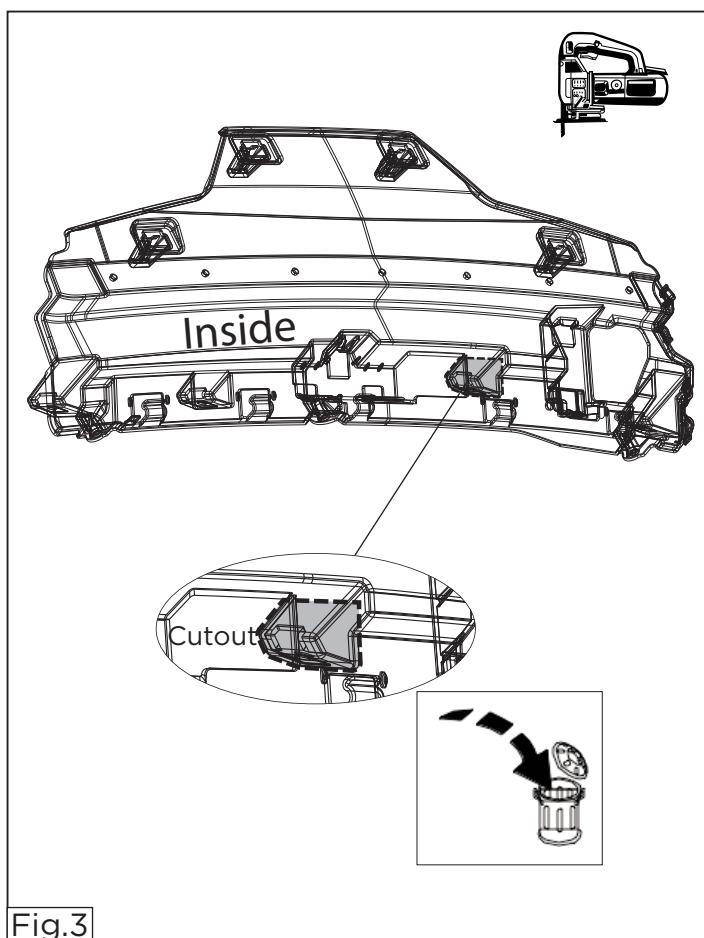

Fig.3
8. Saw out the indicated section in accordance with figure 3.
8. Gemäß Abb. 3 das angegebene Teil herausschneiden.